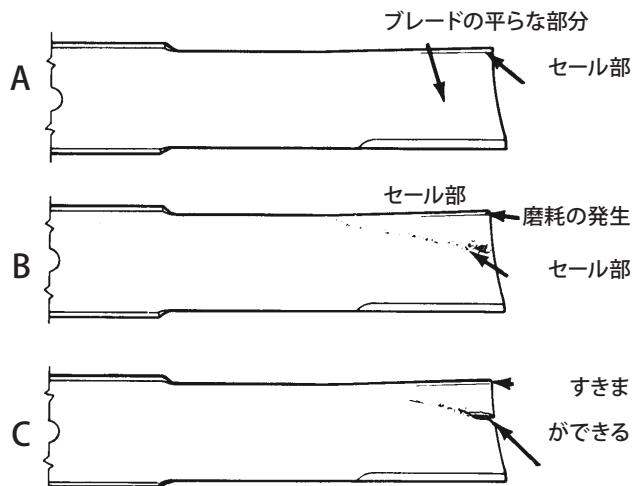

図 34
2. ブレードの切っ先を注意深く観察、特に、直線部と曲線部が交わる部分をよく観察する(図34-A)。この、直線部と曲線部の交差域は、砂などによる磨耗が進みやすい部分なので、機械を使用する前によく点検することが必要である。磨耗が大きい場合には(図34-B)危険であるから交換する。
ブレードの磨耗を放置すると、ブレードのセール部と平坦部との間に割れ目が発生する。(図34-C) この割れ目が拡大すると、最終的にはブレードがちぎれてハウジングの下から飛び出し、これがオペレータや周囲の人に重大な人身事故となる。